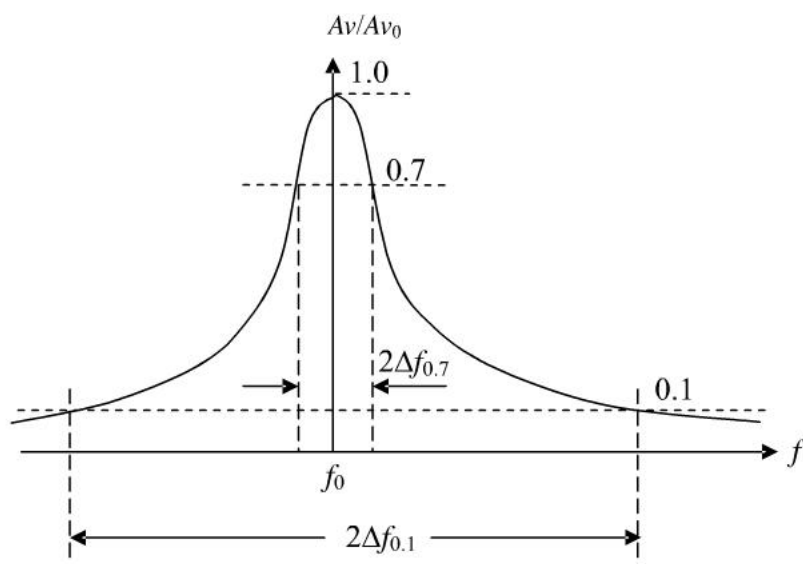

图 2. 谐振放大器典型幅频特性示意图
1. 图 2 是 LC 谐振放大器的典型特性曲线，矩形系数  $Kr_{0.1} = \frac{2\Delta f_{0.1}}{2\Delta f_{0.7}}$ 。